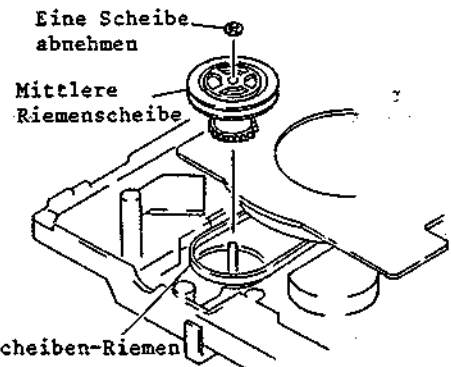

Abb. 2-86 Ausbau der mittleren Riemenscheibe
### 3-36 Ausbau der mittleren Riemenscheibe (Abb. 2-86)
2. Den Riemenscheiben-Riemen abnehmen (siehe Abb. 2-86).
3. Eine (1) Sicherungsscheibe der mittleren Riemenscheibe abnehmen.